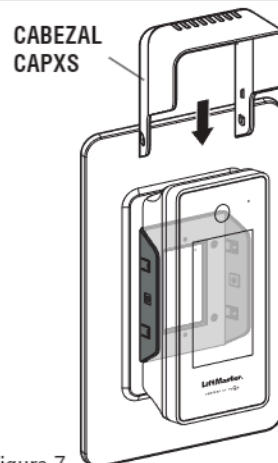

Figura 7
3. Coloque el cabezal CAPXS. El retén lateral encajará en los huecos del soporte de montaje. (Vea la Figura 7)